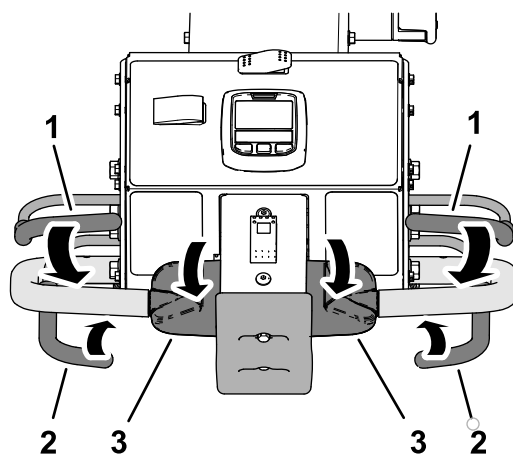

Figura 37
2. ینی oricare dintre manetele pentru prezența operatorului la bara de ghidare, rotești partea superioară a comenzii de traciune înainte și închideți maneta de aerare (Figura 37).